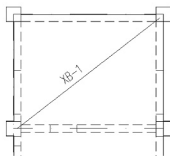

图 5.37 标注配板编号
(1) 执行菜单栏中的【工具】|【查询】|【角度】命令，测得斜线的角度为 38°。
(2) 将【Standard】文字样式设为当前文字样式，启动【单行文字】命令（快捷键 DT）。
① 在指定文字的起点或【对正(J)/样式(S)】：提示下，在斜线上方适当的位置单击，来确定文字的起点位置。
② 在指定高度<2.5000>：提示下，输入“300”，表示字高为 300mm。
③ 在指定文字的旋转角度<0>：提示下，输入“38”后按 Enter 键，表示文字逆时针旋转 38°。
④ 输入“XB-1”，按两次 Enter 键结束命令，结果如图 5.37 所示。